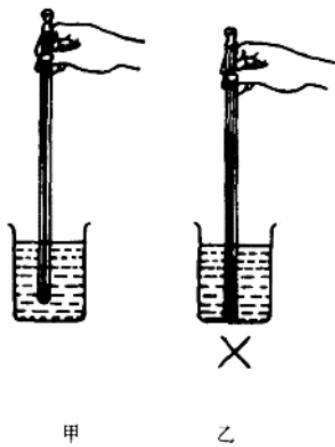

图 1-8 温度计放置的正误
2. 使用温度计测物体温度时,必须使温度计的玻璃泡与被测物体充分接触. 测量液体温度时,应将玻璃泡完全浸入液体里面(图 1-8 甲),但是不能与容器的壁或底接触(图 1-8 乙).